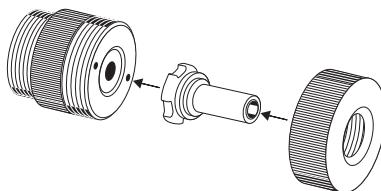

Abb. 1
- Den Elastomer-Einsatz (F) mit dem Flansch in Richtung Aufweitgerät in den herausziehbaren Kopf (E) (Abb. 1) einsetzen, wie auf der Abbildung. Den Gewindering (G) schrauben. Den Kopf auf das Aufweitgerät BE32 18 V schrauben, dann den Auszieher (H) einsetzen, bis er einrastet (Abb. 2).